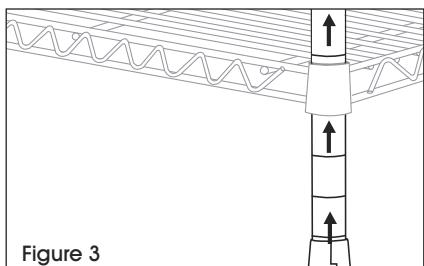

Figure 3
- Insérez le montant en le passant sous la tablette jusqu'à ce que la tablette glisse fermement sur les supports. (Voir Figure 3)